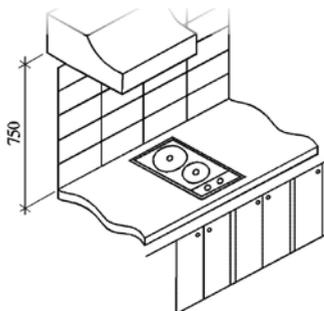

Fig. 8
**Prever no tampo onde o cooktop será instalado uma abertura com as dimensões indicadas na figura 7, assegurando-se que sejam respeitadas as dimensões mínimas do espaço no qual o aparelho deve ser instalado [fig. 8].**
- Considerar 750 mm como distância mínima, em relação aos queimadores, para um móvel suspenso [fig. 8].